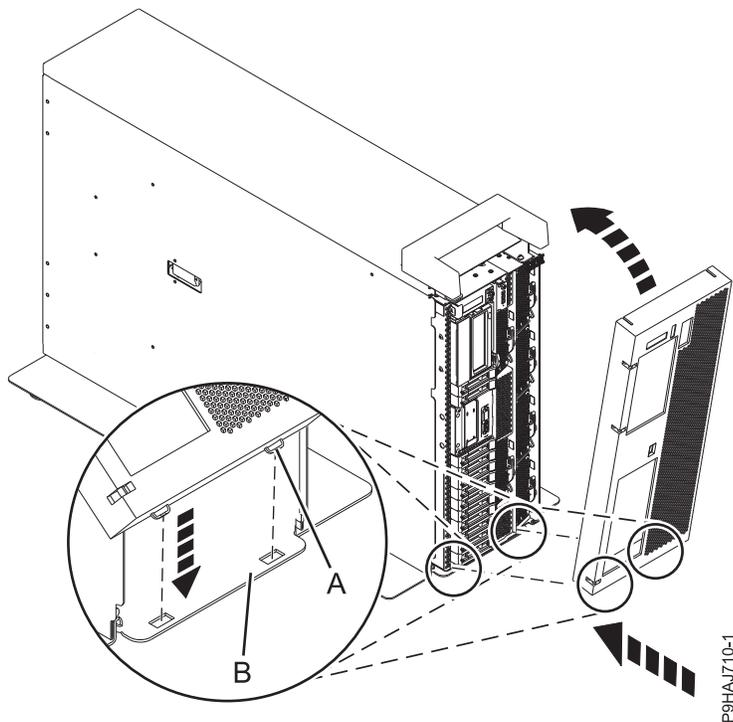

Figure 48. Installation du capot et du volet avant
2. Alignez le capot jusqu'à ce que les deux pattes (**A**) soient placées dans les encoches de la plaque de base (**B**), comme illustré dans la figure 48, à la page 70.